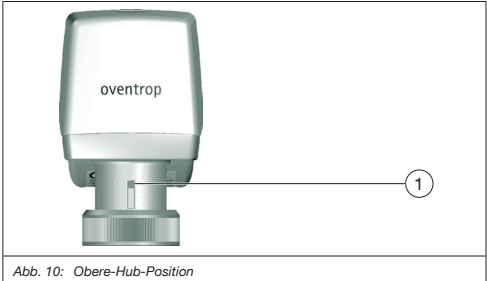

Abb. 10: Obere-Hub-Position
(1)	0 V AC/DC	blau (BU)
(2)	0 V oder 24 V AC/DC	braun (BN)
(3)	0 V oder 24V AC/DC	grau (GY)
Wenn der DIP-Schalter 7 auf OFF eingestellt ist gilt folgendes Hubverhalten. (Ist der DIP-Schalter 7 auf ON eingestellt, ist das Hubverhalten invertiert!) - Der Stellantrieb fährt in die obere Hub-Position (siehe Position (1) in Abb. 10), wenn 24 V an Position/Kontakt (3) anliegen. - Der Stellantrieb fährt in die untere Hub-position, wenn 24 V an Position/Kontakt (2) anliegen.
3. Wenn sich der Stellantrieb nicht in der oberen Hub-Position befindet (siehe Position (1) in Abb. 10): Öffnen Sie die Abdeckung für die Handverstellung (Verstellspindel) (siehe Position 2 in Abb. 9) und bringen Sie den Stellantrieb mit einem Innensechskantschlüssel (Schlüsselweite 4 mm) in die obere Hubstellung.